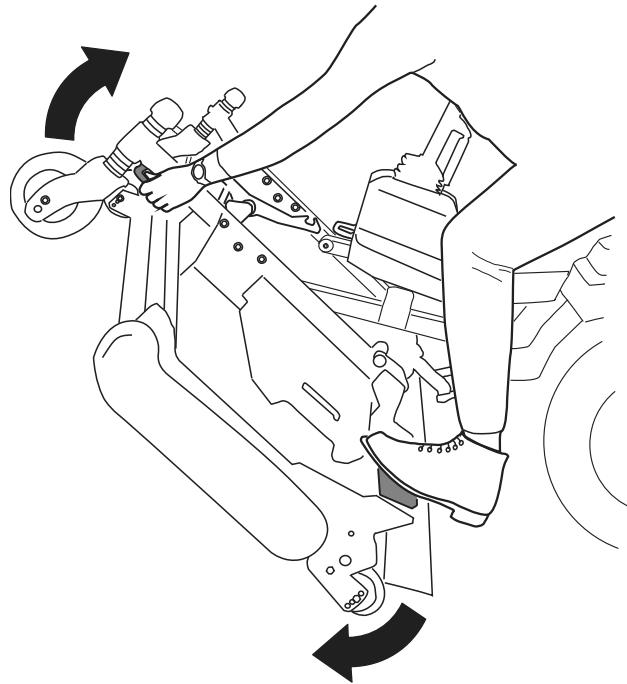
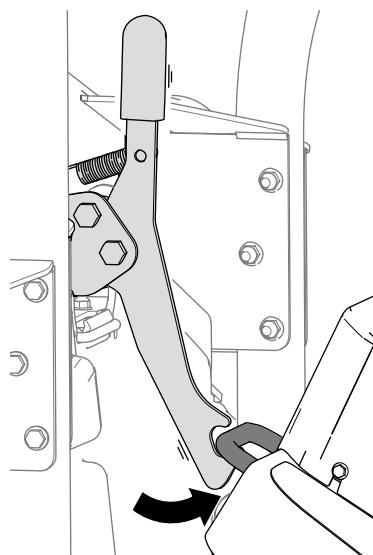
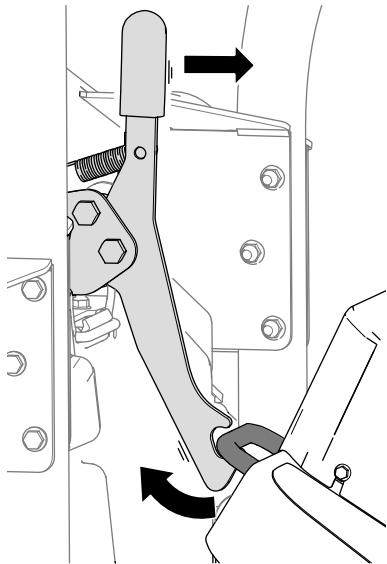

Figure 32
Figure 33
Figure 34
5. Tournez l'unité de coupe (Figure 32) de sorte que le verrou s'enclenche sur l'anneau d'arrimage (Figure 33).
1. Dégagiez le verrou de l'unité de coupe de l'anneau d'arrimage (Figure 34) en faisant pivoter l'unité de coupe vers l'avant (voir Figure 32) et en tirant la poignée de verrouillage vers l'avant.